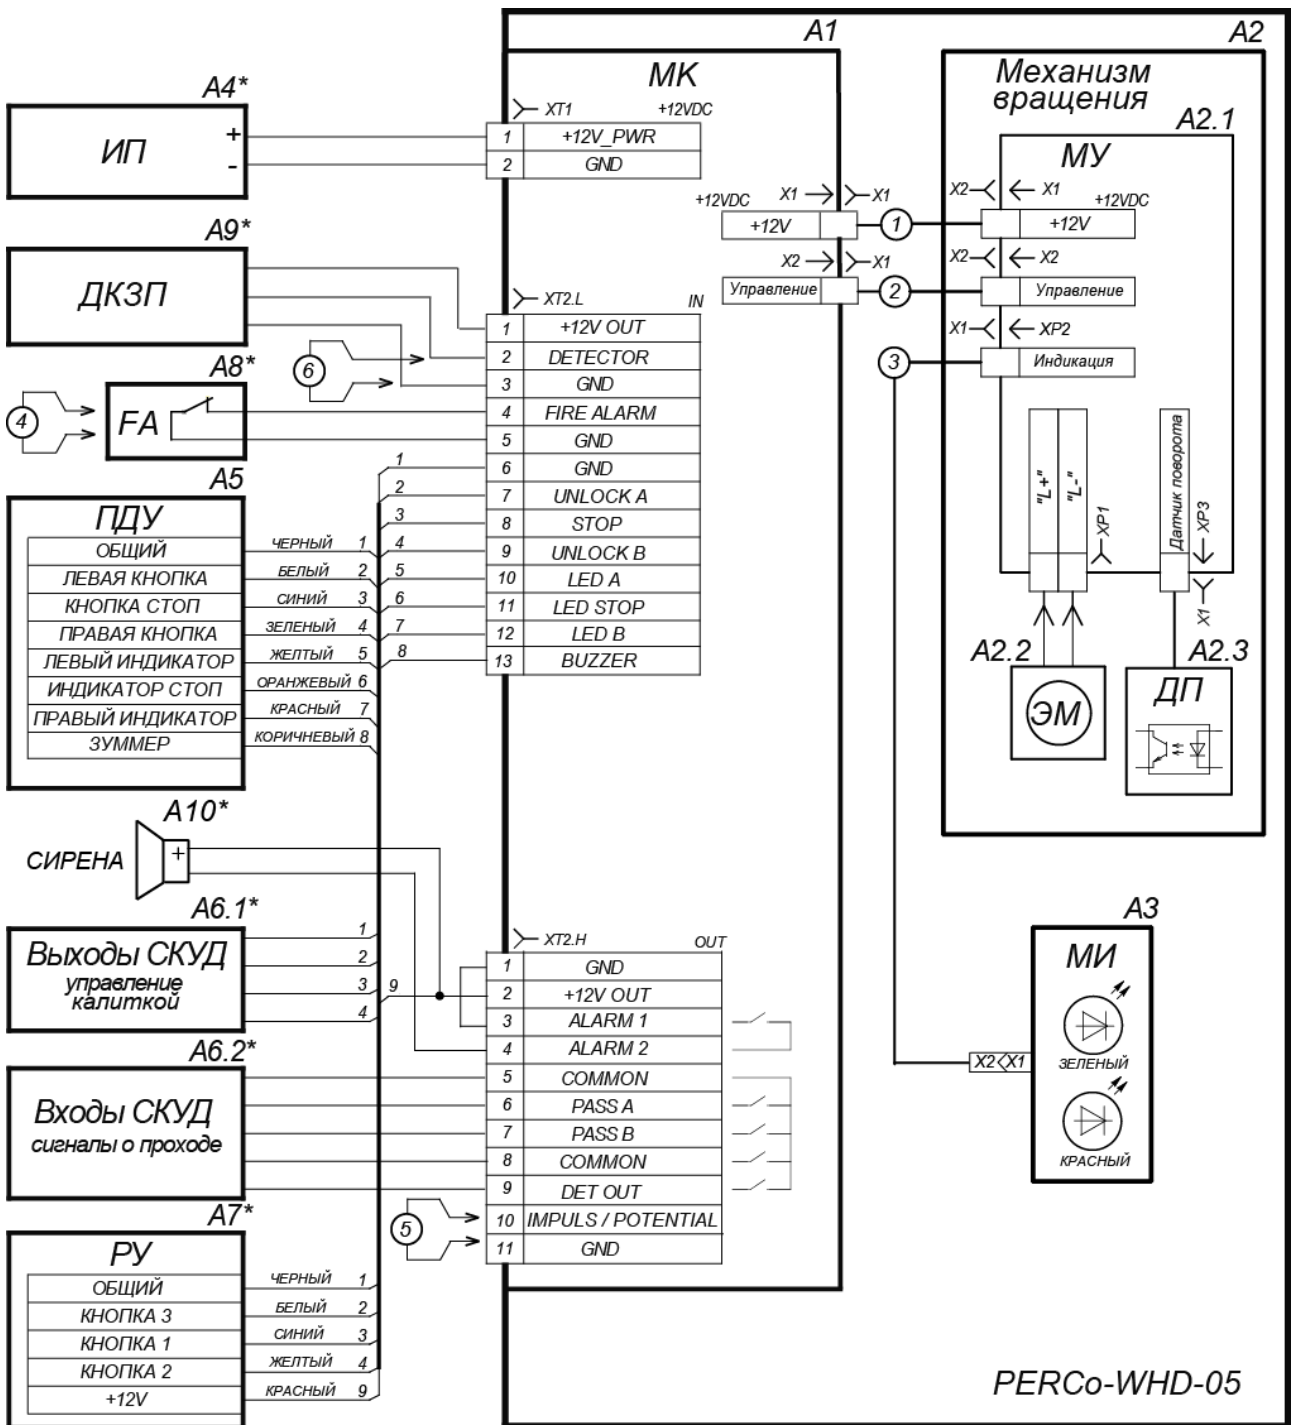

Рисунок 10. Схема электрических соединений МК (обозначения к схеме приведены в табл. 3)
7. Извлеките кронштейн (6) с МК (7) из стойки калитки через отверстие в основании.
8. Подключите к МК кабели ПДУ (СКУД/ устройство РУ) и ИП согласно схеме приведенной на рис. 10.
9. Установите кронштейн (6) с МК (7) на место.
11. Установите стойку калитки (1) на гильзы анкеров и закрепите ее анкерными болтами; при установке контролируйте вертикальность положения стойки с помощью уровня.
Таблица 3. Обозначения к схеме на рис. 10